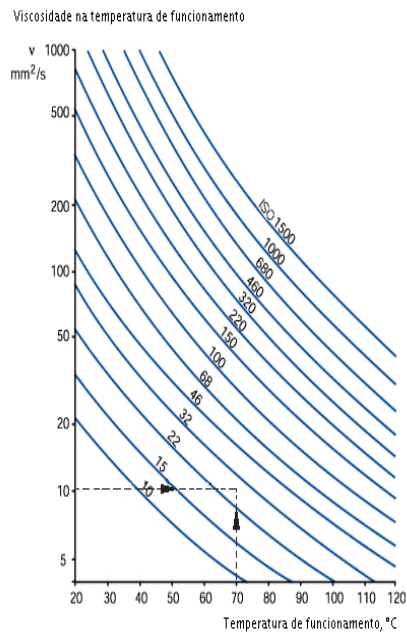
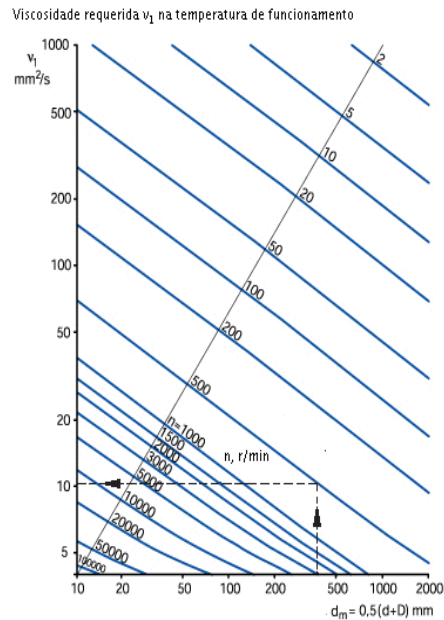

Figura 12 – Estimativa da Viscos. cinemática
Figura 13 – Viscosidade cinemática da
Para que seja formada uma película de óleo fina o suficiente na área de contato entre os corpos rolantes e as pistas, o óleo deve reter uma viscosidade mínima na temperatura de funcionamento. A viscosidade cinemática mínima v_1 exigida na temperatura de funcionamento para proporcionar uma lubrificação adequada pode ser determinada a partir do figura 12, desde que seja utilizado um óleo mineral. Quando a temperatura de funcionamento for conhecida por experiência ou puder ser determinada de outra forma, a viscosidade correspondente na temperatura de referência padronizada internacionalmente de 40 °C (ou seja, a classe de viscosidade ISO VG do óleo) poderá ser obtida a partir do figura 13, compilado para um índice de viscosidade de 95.
- A vida do rolamento pode ser estendida pela seleção de um óleo cuja viscosidade cinemática v na temperatura de funcionamento seja maior que a viscosidade v_1 obtida no figura 12. Um $v > v_1$ pode ser obtido pela escolha de um óleo mineral de classe de viscosidade ISO VG maior ou adotando-se um óleo com índice de viscosidade VI maior e que tenha pelo menos o mesmo coeficiente de pressão-viscosidade. Como a viscosidade aumentada eleva a temperatura de funcionamento do rolamento, freqüentemente há um limite prático no aprimoramento da lubrificação que pode ser obtido por esse meio.
Um rolamento com um diâmetro interno $d = 340$ mm e um diâmetro externo $D = 420$ mm deve operar a uma velocidade $n = 500$ r/min. Portanto, $d_m = 0,5 (d + D) = 380$ mm. Na figura 12, a viscosidade cinemática mínima v_1 exigida para proporcionar uma lubrificação adequada na temperatura de funcionamento é de $10 \text{ mm}^2/\text{s}$. Na figura 13, supondo que a temperatura de funcionamento do rolamento seja de $70 \text{ }^\circ\text{C}$, descobre-se que será necessário um óleo lubrificante para uma classe de viscosidade ISO VG 32, ou seja, com uma viscosidade cinemática v de pelo menos $32 \text{ mm}^2/\text{s}$ na temperatura de referência de $40 \text{ }^\circ\text{C}$.